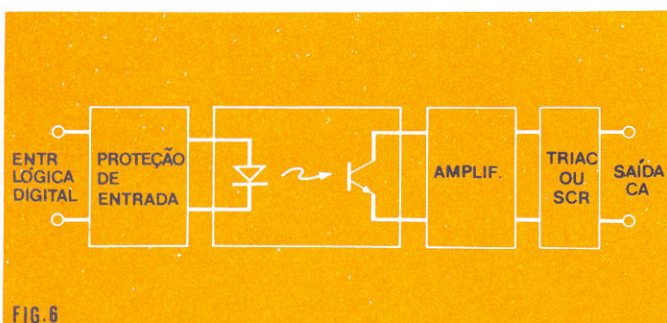

FIG. 6
C. Economia de potência (fig. 6):